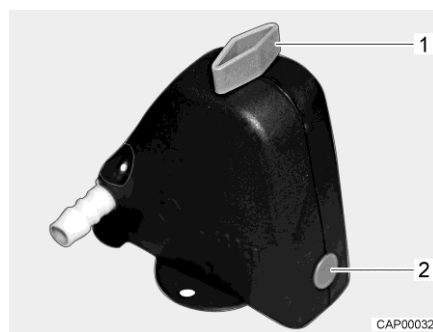
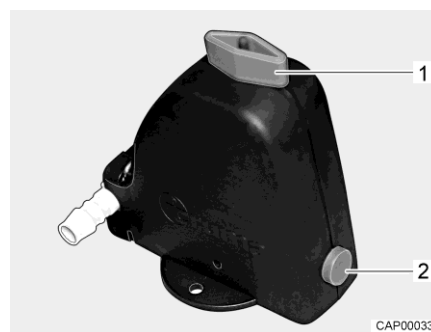

Fig. 98 Valve de sécurité et de vidange fermée
Fig. 99 Valve de sécurité et de vidange ouverte
- Ouvrir la valve de sécurité et de vidange (Fig. 98). Tourner le bouton rotatif (Fig. 98,1) dans le sens longitudinal par rapport à la valve de sécurité et de vidange. Le bouton-poussoir (Fig. 98,2) ressort. La valve de sécurité et de vidange ouverte est représentée à la Fig. 99.